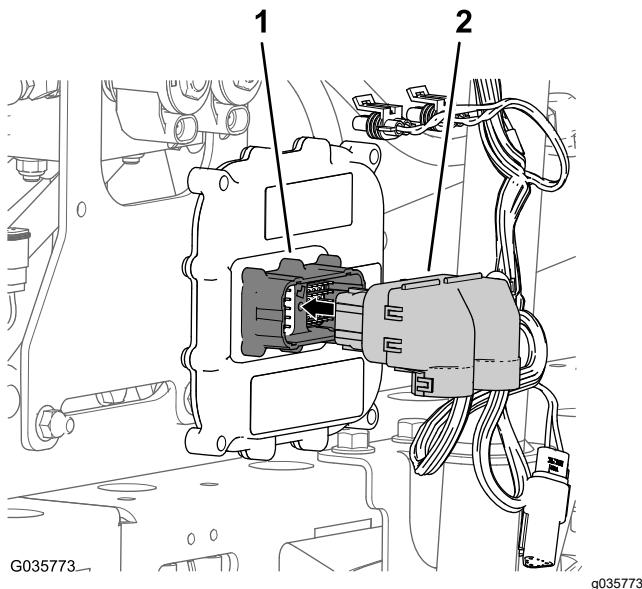

图 28
- 将超声波喷洒臂线束的 50 插槽接头连接至电子控制器的 50 针接头并用内六角头螺丝固定接头图 28。